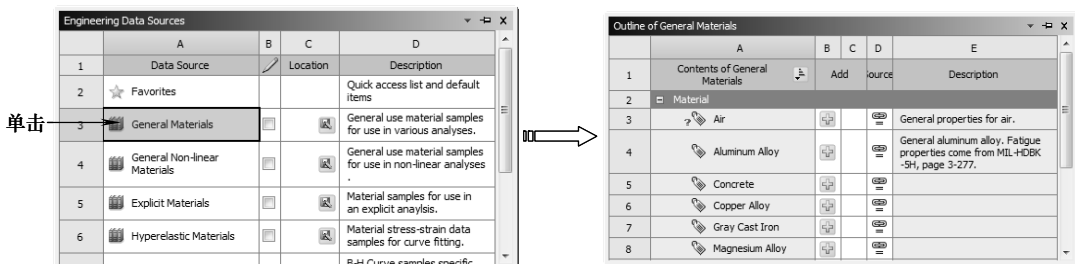

图 5-68 选择【General Materials】项
3) 在【Engineering Data Sources（工程数据源）】窗口中选 A3 栏中的【General Materials（通用材料）】项，出现【Outline of General Materials（通用材料列表）】窗口，如图 5-68 所示。